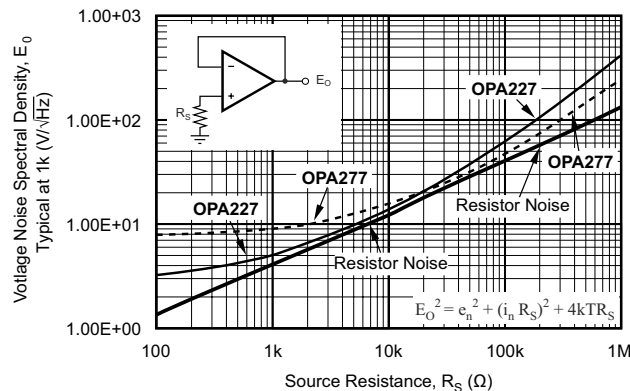

図 7-4. ユニティ・ゲイン・バッファ構成の OPA227 のノイズ性能
ユニティ・ゲイン構成のオペアンプでソース・インピーダンスを変化させたときの回路の合計ノイズを、図 7-4 に示します (帰還抵抗ネットワークを使用していないため、他にノイズの原因となるものはありません)。2 つの異なるオペアンプと、回路の合計ノイズの計算値が示されています。OPA227 は電圧ノイズが非常に小さいため、ソース・インピーダンスが低い (20kΩ 未満) 場合に適した選択肢です。類似の高精度オペアンプ OPA277 では、電圧ノイズが多少大きくなりますが、電流ノイズは小さくなります。OPA277 は、中程度のソース・インピーダンス (10kΩ~100kΩ) で優れたノイズ性能を実現します。100kΩ を上回る場合は、OPA132 (超低電流ノイズ) のような FET 入力オペアンプの方が優れた性能を発揮する可能性があります。図 7-4 の式を使用して、回路の合計ノイズを計算します。ここで、 e_n =電圧ノイズ、 i_n =電流ノイズ、 R_S =ソース・インピーダンス、 k =ボルツマン定数= 1.38×10^{-23} J/K、 T はケルビン (K) 単位の温度です。ノイズの計算の詳細については、セクション 7.3.7 を参照してください。
ソース・インピーダンスの抵抗の部分では、抵抗の平方根に比例する熱ノイズが発生します。この関係を、図 7-4 に示します。ソース・インピーダンスは一般に固定されているため、ノイズ全体に占める割合ができるだけ少なくなるよう、オペアンプと帰還抵抗を選択します。
ユニティ・ゲイン構成のオペアンプでソース・インピーダンスを変化させたときの合計ノイズを、図 7-4 に示します (帰還抵抗ネットワークを使用していないため、他にノイズの原因となるものはありません)。オペアンプでは、電圧ノイズと電流ノイズの両方が発生します。電圧ノイズは一般的に、オフセット電圧の時間によって変化する要素としてモデル化されます。電流ノイズは、入力バイアス電流の時間によって変化する要素としてモデル化され、ソース抵抗に反応して、ノイズの電圧要素を形成します。したがって、特定のアプリケーションに対する最小ノイズのオペアンプは、ソース・インピーダンスによって異なります。ソース・インピーダンスが小さい場合は、電流ノイズは無視できるもので、通常は電圧ノイズが大部分を占めます。ソース・インピーダンスが大きい場合は、電流ノイズが大部分を占めることがあります。